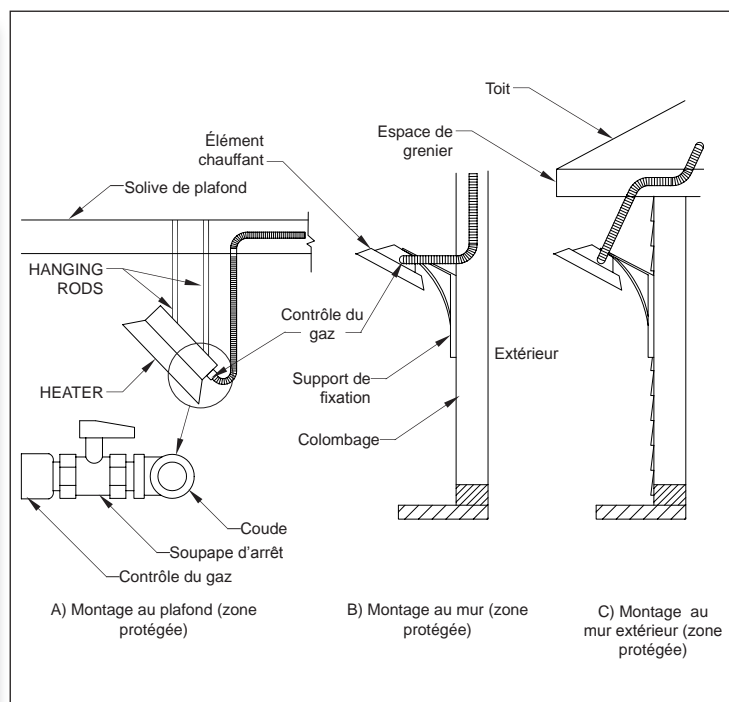

FIG. 4-27 Lampes chauffantes infrarouges montées au Plafond ou au mur pour patios/ garages/ terrasses
- Les éléments chauffants à infrarouges montés au plafond et au mur des structures doivent être raccordés au système DIAMONDBACK™ comme indiqué dans la FIG. 4-27, conformément aux directives de Metal-Fab.